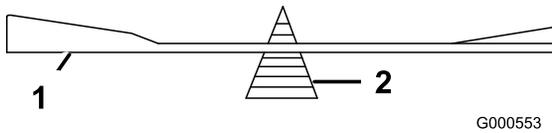

Figura 55
2. Verifique el equilibrio de la cuchilla colocándola sobre un equilibrador de cuchillas (Figura 55).